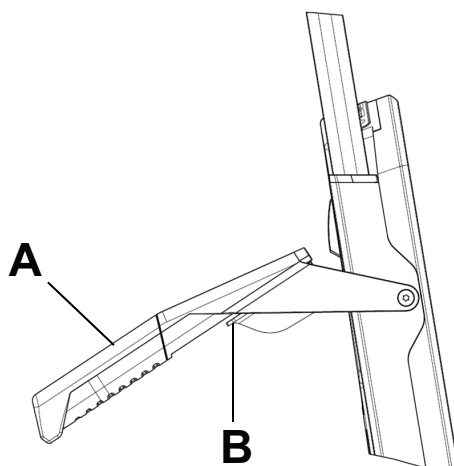

Figura 34 – Baixar as pegas de transporte dobráveis da extremidade do lado da cabeça
1. Levante a pega de transporte dobrável da extremidade do lado da cabeça (A) (Figura 34).
2. Puxe o gatilho vermelho da pega (B) em direção a si com o seu dedo (Figura 34).